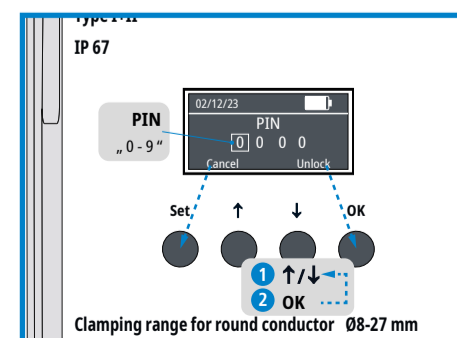

Fig. 9 Menu - PIN
L'affichage de l'appareil passe au menu „PIN ” (fig. 9) :
Le menu „**PIN**” (fig. 9) apparaît :
- Avec **↑** et **↓**, définir le chiffre du PIN (voir aussi la fig. 9)